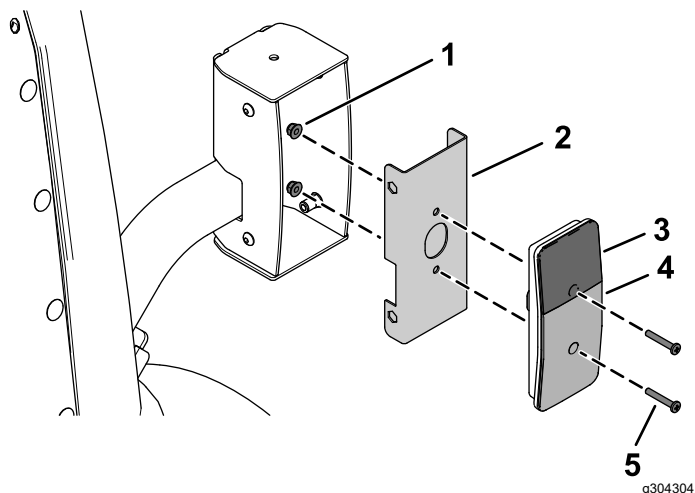
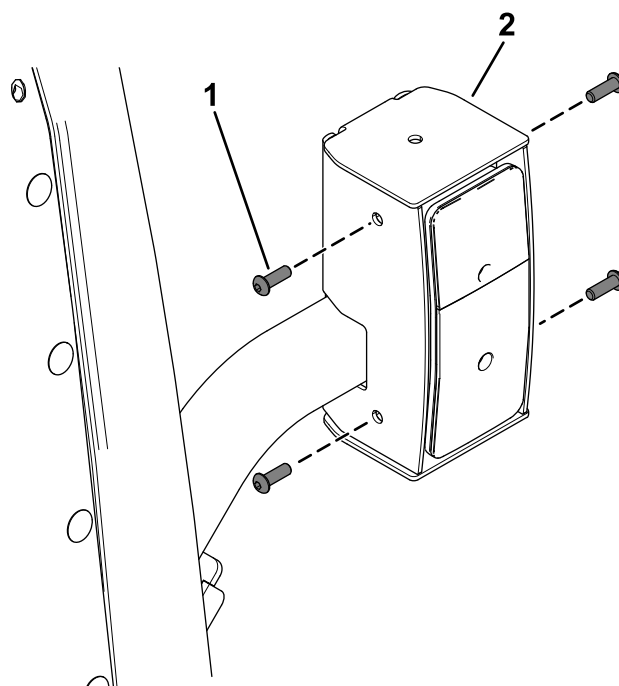

Figura 30
Figura 31
6. Prenda as luzes traseiras aos conjuntos de montagem interior utilizando quatro parafusos de cabeça de panela (n.º 10 pol. x 1-¼ pol.) e quatro porcas flangeadas (n.º 10), como se mostra na Figura 30.
9. Prenda as luzes traseiras montadas às caixas das luzes traseiras utilizando oito parafusos de cabeça de tremço (¼ x ¾ pol) como se mostra na Figura 31.
Certifique-se de que instala as luzes traseiras com as lentes amarelas na parte superior (Figura 30 e Figura 31).